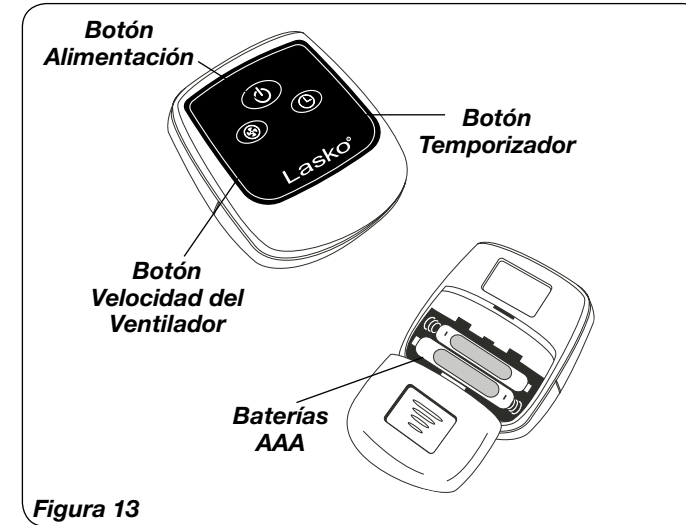
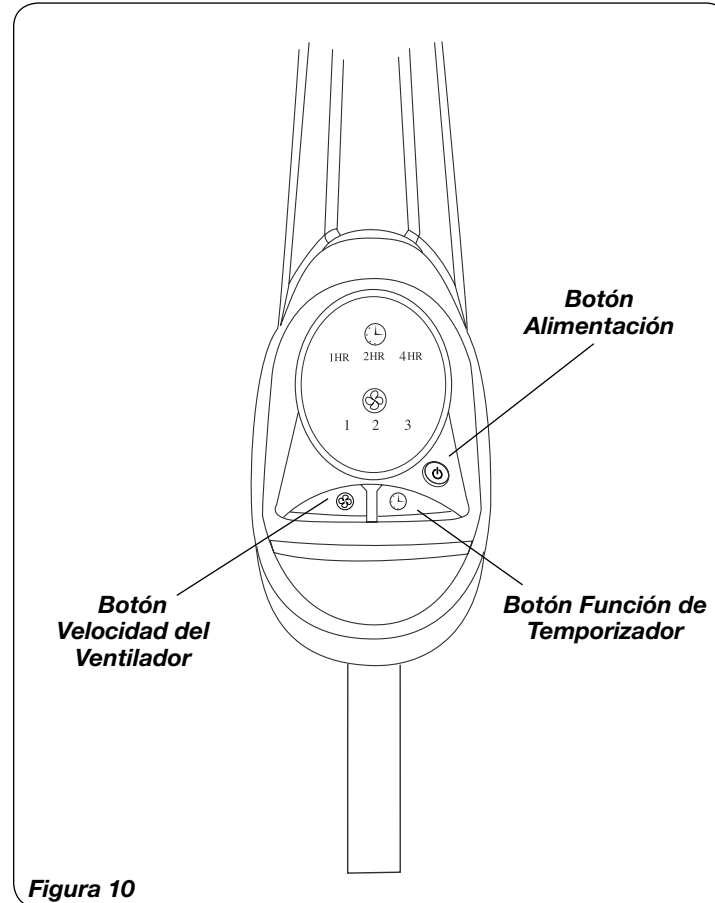

Figura 13
Figura 10
1. Instale la baterías como mostrado en la *Figura 13*. La batería es el tipo "AAA" no incluidas.
Este Ventilador puede hacerse funcionar mediante los Controles Manuales ubicados en la parte superior de la unidad (como se muestra en la **Figura 10**) o con el Control Remoto (se muestra en la **Figura 13**).